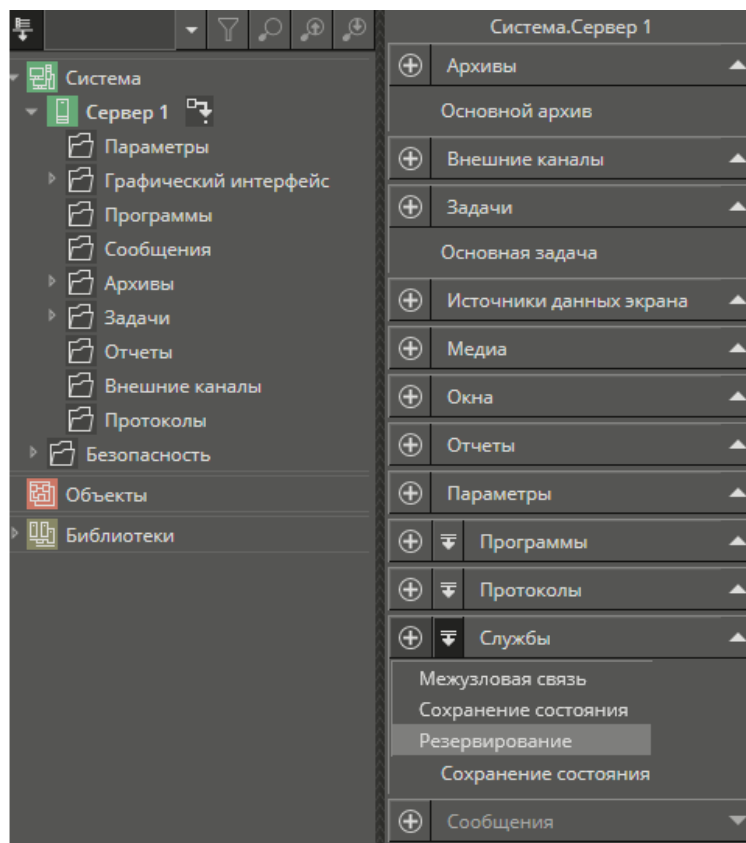

Рисунок 93
3.5.2.1 Сначала необходимо добавить службу «Резервирование». Для этого в контекстном меню группы «Службы» нужно выбрать соответствующий пункт (см. рисунок 93).